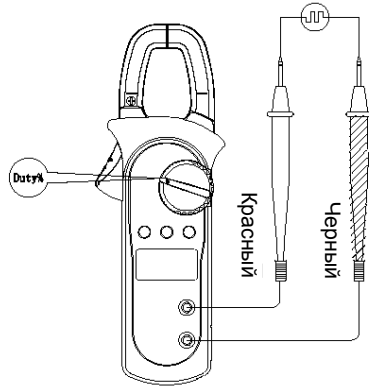

Рисунок 8
F. Измерение коэффициента заполнения (см. рисунок 8)